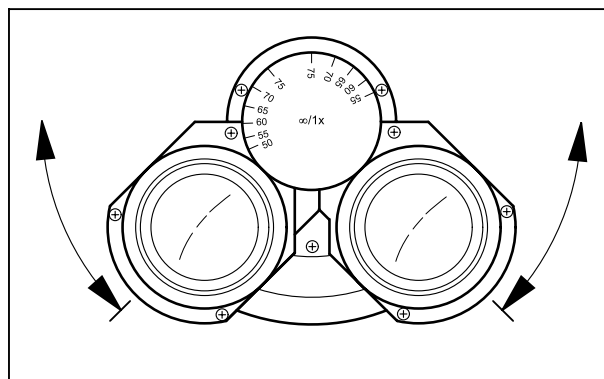

Fig. 18 Réglage de l'écart interpupillaire
- Réglez l'écart interpupillaire (écart entre les oculaires) en faisant pivoter les deux lunettes porte-oculaire symétriquement l'une par rapport à l'autre (Fig. 18).